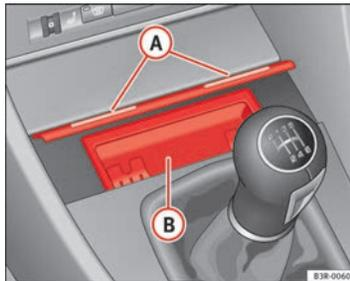

Abb. 120 Mittelkonsole:
- Tippen Sie den Aschenbecher an der Frontleiste ⓐ ⇒ Abb. 120 an.
- Fassen Sie den Aschereinsatz ⓑ ⇒ Abb. 120 an den seitlichen Griffmulden an und ziehen Sie ihn nach oben heraus.